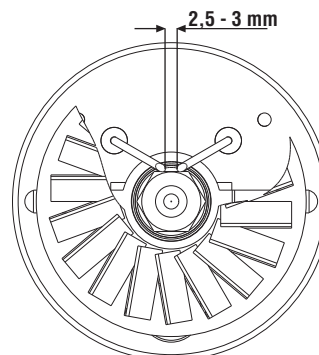

Fig.2.
- Smontare il bruciatore pulendone le parti, pulire gli elettrodi e regolare la distanza al valore indicato in Fig.2.